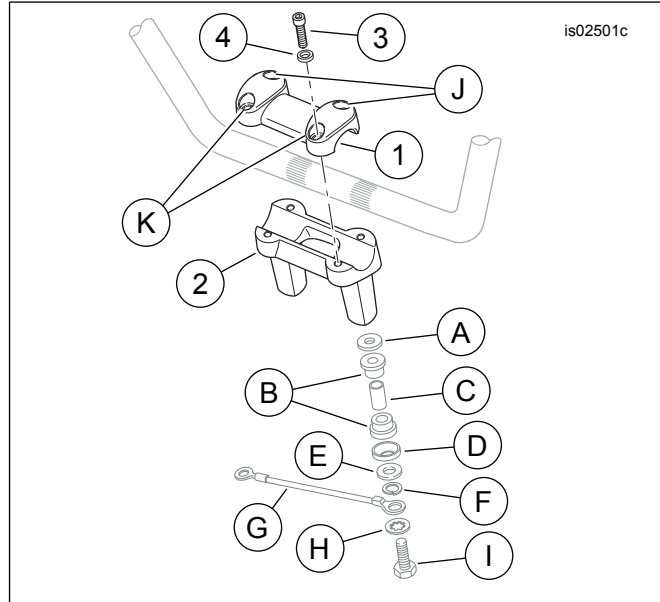

Figura 1. Piezas de servicio, Kits de elevador del manillar Fat de una pieza
Vea Figura 1 y Tabla 1.
2. Vea Figura 1. Extraiga los dos tornillos de montaje del elevador (I) de la parte inferior de la pieza de soporte superior de la horquilla. Extraiga los elevadores y los elementos de sujeción (del A al H). Tome nota de la secuencia y orientación de los elementos de sujeción conforme los vaya quitando y consérvelos para su instalación posterior. Deseche los elevadores y la abrazadera del elevador (o las tapas) del equipo original (OE).